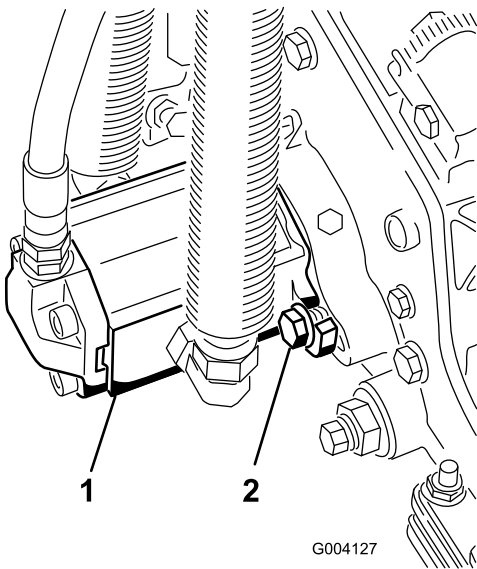

Figura 20
10. Installate il motore ruotandolo in senso orario in modo tale che le flange del motore liberino le viti a testa cilindrica (Figura 20). Ruotate il motore in senso antiorario fino a quando le flange non circondano le viti a testa cilindrica, quindi serrate le viti a testa cilindrica.